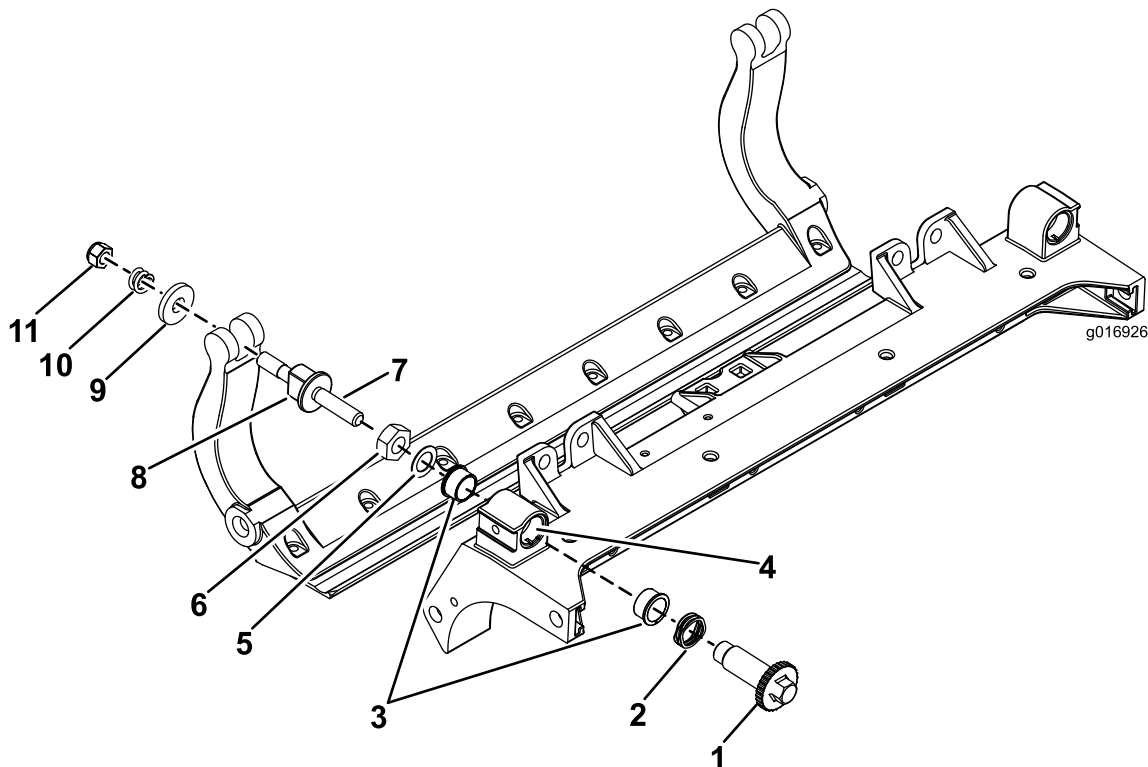

图35
1. 拆除所有零件请参阅 HD DPA 套件 *安装说明* 和 图35。
2. 将防粘剂涂抹到滚刀组中心机架 图35 的轴套区内侧。
3. 将凸缘轴套上的键与机架的槽对准然后安装轴套 图35。
4. 将一个波形垫圈安装到调节器轴上然后将调节器轴滑入滚刀组机架中的凸缘轴套内 图35。
5. 使用扁平垫圈和锁紧螺母固定调节器轴 图35。
12. 在两个尼龙垫圈的外侧各放一个钢垫圈 图35。
注意 内侧的垫圈可能有空隙 图35。
15. 旋紧每个底刀架调节器总成上的螺母直到加压弹簧完全压缩然后往回松开 1/2 圈 图35。